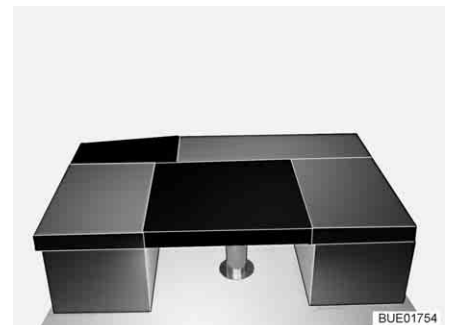

Bild 120 Efter ombyggnaden
- Lägg den rektangulära extra dynan på bordet (framför sittbänkens sittyndyna, se Bild 120).